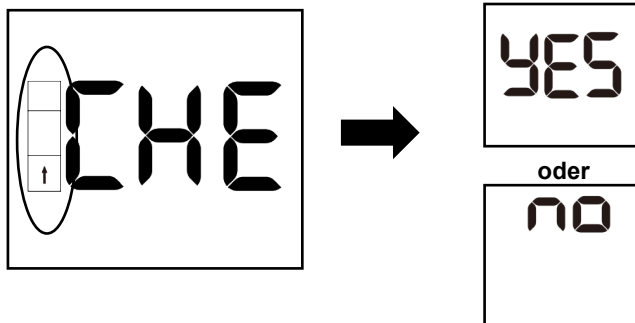

Abb. 12
- Drücken Sie die Taste , um diesen Modus aufzurufen. (Siehe Abb. 12)